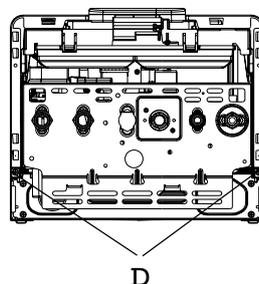

Fig. 3.8a
- Retirer l'habillage de la chaudière (2 vis **D** dessous) (fig. 3.8a)